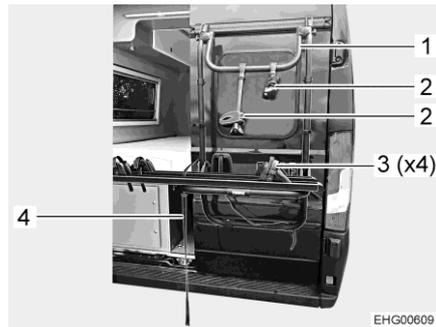

Fig. 3 Portabiciclette (esempio)
- Aprire la cinghia di chiusura (Fig. 3,4).
- Posizionare la bicicletta sulla guida e fissarla alla staffa di supporto (Fig. 3,1) con il braccio di fermo (Fig. 3,2).
- Fissare alla guida per le ruote la ruota anteriore e quella posteriore, ciascuna con un nastro tenditore (Fig. 3,3).
- Chiudere la cinghia di chiusura (Fig. 3,4).